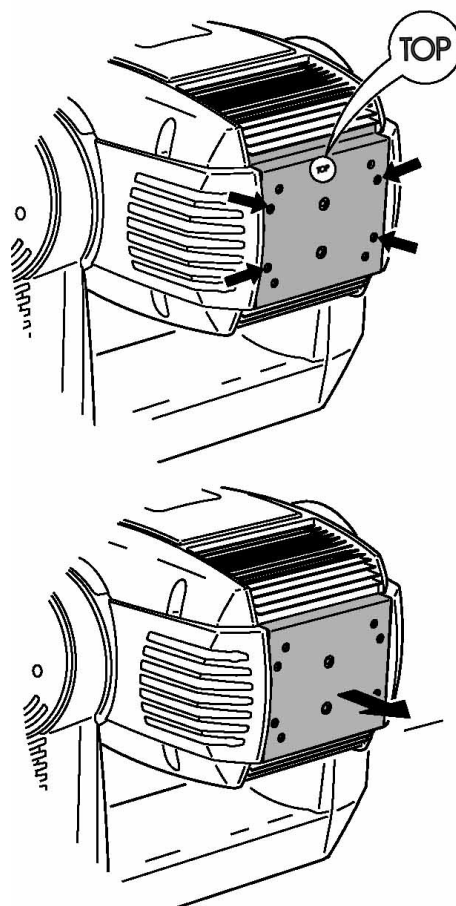

Рисунок 4: Доступ к лампе
2. См. Рисунок 4. Ослабьте 4 четверть поворотных зажима, отмеченные на задней панели стрелками. Извлеките блок лампы настолько, насколько это будет возможно и оставьте его в таком положении.